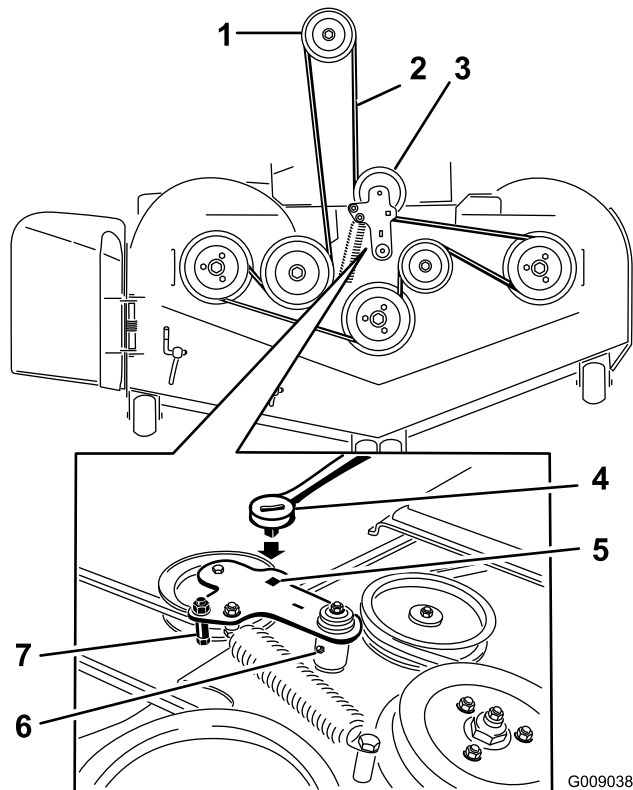

図 58
5. アイドラームについている四角い穴にラチェットを差し込んで、この原理でアイドラスプリングのテンションをゆるめる図 58。
7. 図 58にあるように、スプリング付きのアイドラームについているベルトガイドを外す。
9. 新しいベルトをデッキのプーリ、およびエンジン下のプーリに取り付ける図 58。
10. 図 58にあるように、ベルトガイドを取り付ける。
11. 四角い穴にラチェットを差し込んで、アイドルスプリングを取り付ける図 58。